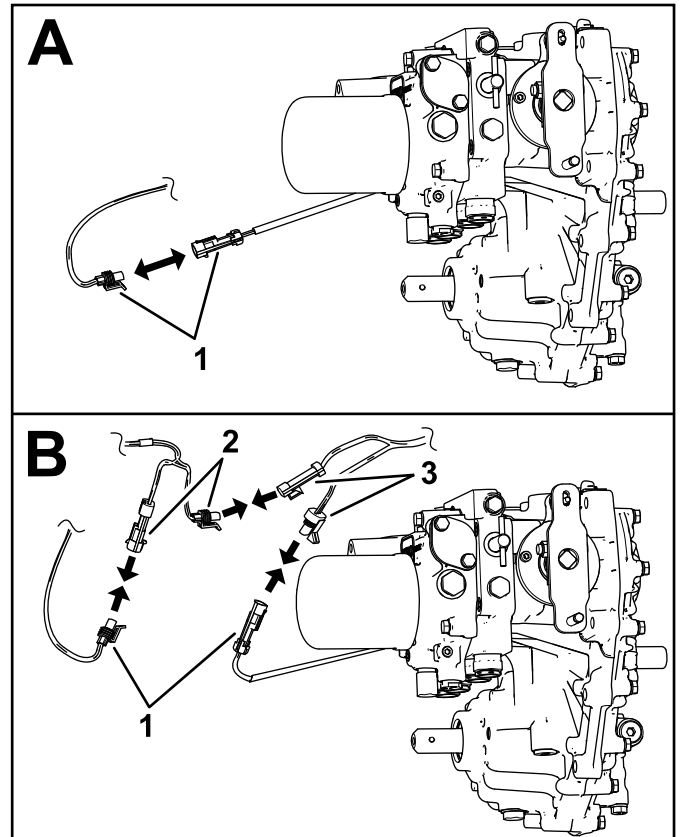
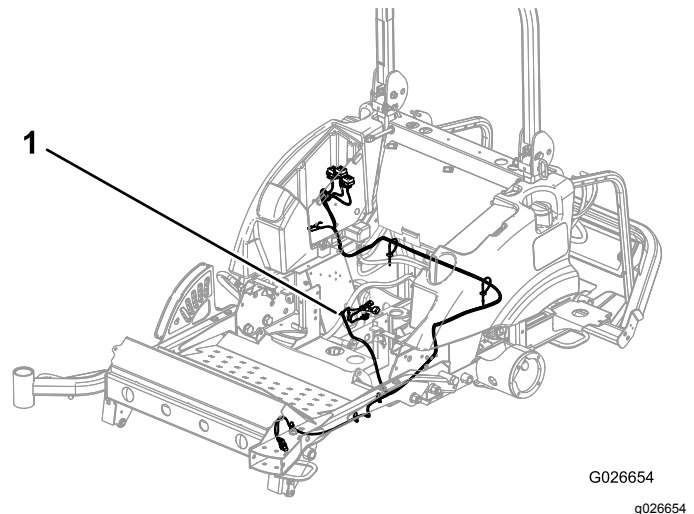

Figura 23
Figura 24
4. Desenchufe los conectores de la parte delantera de la transmisión, cerca del filtro de aceite (Figura 23).
5. Enrute el arnés de cables de la carcasa hasta la transmisión (Figura 24) y enchufe el arnés de la carcasa y el arnés de demora de elevación en los conectores de transmisión; consulte la sección B de la Figura 23.